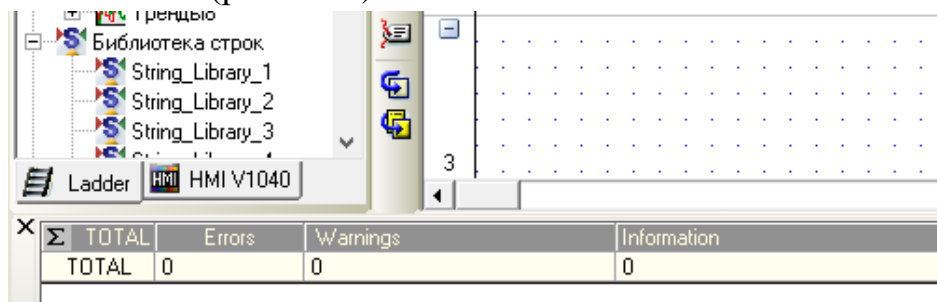

Рис. 1.10. Результат компіляції програми
9. Після компіляції на нижній панелі повинна відобразитись відсутність помилок (рис. 1.10).